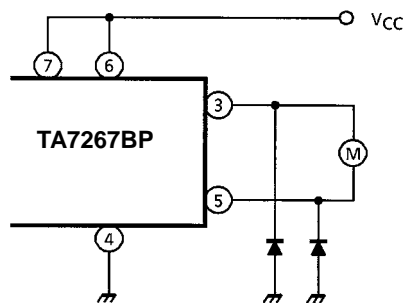

図 4
(3) 応用上の注意事項
- i) ブレーキが甘い場合は、内蔵されている下側のダイオードと並列に適切なダイオードを接続してください。(図 4)